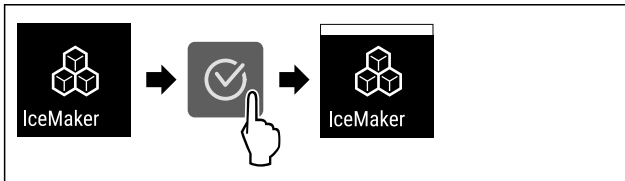

Fig. 20
- ▶ Провести етапи операцій (див. Fig. 20) .